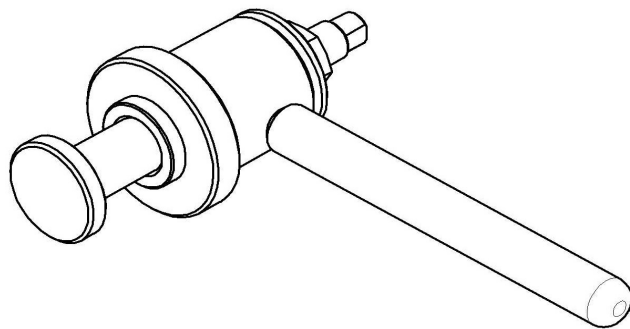

Рис.35 Приспособление для запрессовки манжет(11000001333).
- используя приспособление для запрессовки манжет (см. рис.35) установить манжету 1;